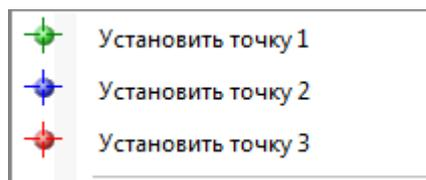

Рисунок 2.107
- графически: наведя курсором на нужные узлы и щелкнув правой кнопкой мыши (рисунок 2.107).